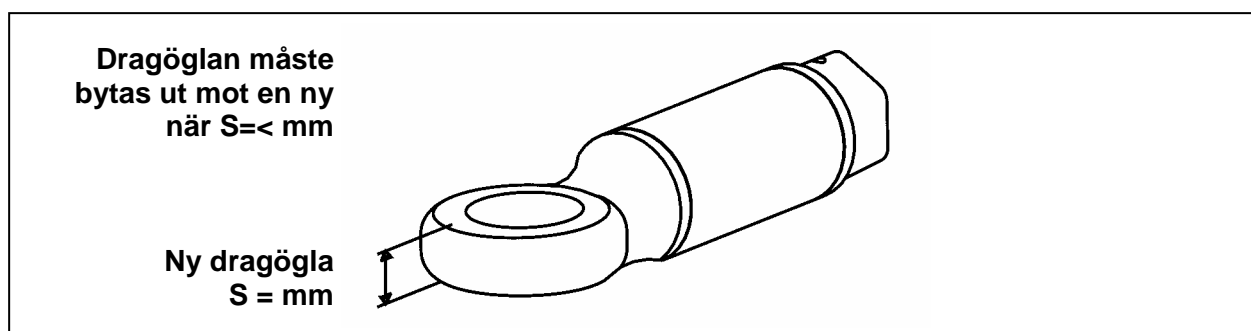

Fig. 1 - Slitage gräns för Dragögla
- Kontrollera förankringen till traktorn och dragöglans slitage (se fig.1 nedan).